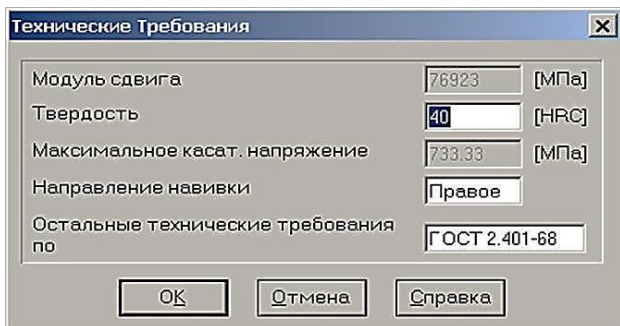

Рис. 42
**Задание технических требований.** Двойной щелчок левой кнопки мыши в области списка с техническими требованиями (меню *Данные/Технические требования*) вызывает открытие диалогового окна «*Технические требования*» (рис. 42). Пользователь может изменить параметры, записанные в полях с белым фоном.